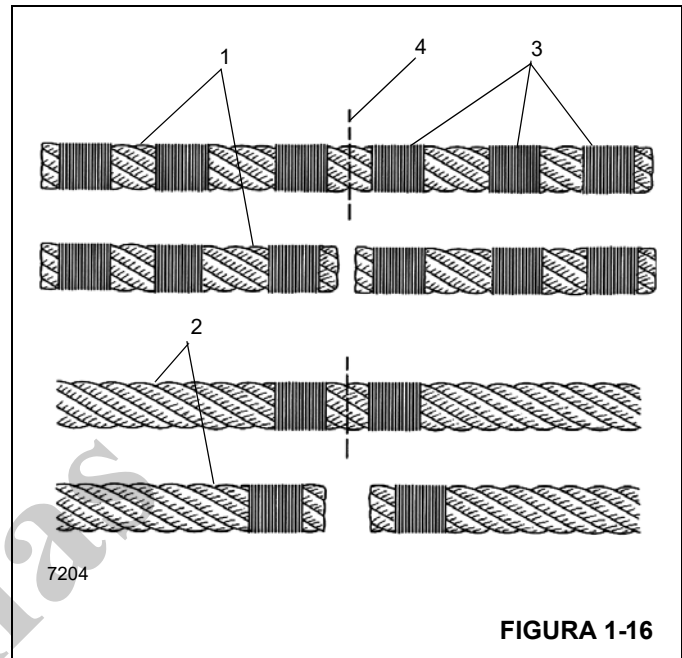

FIGURA 1-16
**NOTA:** Um cabo de aço não pré-formado (1, Figura 1-16) deve ter três amarrações (3) feitas em cada lado do corte (4), em comparação com o cabo de aço pré-formado (2).